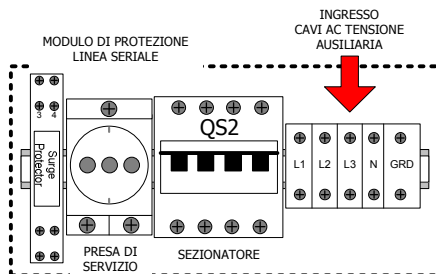
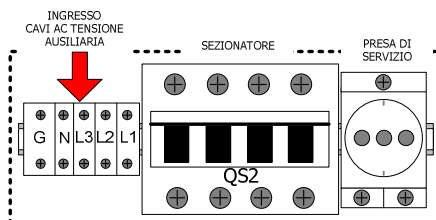

Figura 11-7: Morsetti di collegamento rete AC ausiliaria e relativo interruttore magnetotermico (versioni con potenza $\geq 275\text{kW}$ o senza Trasformatore)
Figura 11-8: Morsetti di collegamento rete AC ausiliaria e relativo interruttore magnetotermico (versioni con Trasformatore di potenza $\leq 220\text{kW}$)
- ➡ Collegare il cavo pentapolare (3P+N+T) ai morsetti indicati nella Figura 11-7 e Figura 11-8.